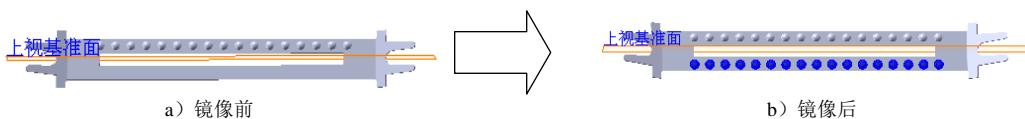

图 15.2.27 镜像 1
(4) 单击 按钮，完成阵列（线性）1 的创建。
Step8. 创建图 15.2.27 所示的镜像 1。
(1) 选择命令。选择下拉菜单 **插入(I)** → **阵列/镜向(E)** → **镜向(M)...** 命令。
(2) 定义镜像基准面。选取上视基准面作为镜像基准面。
(3) 定义镜像对象。选择阵列（线性）1 和成形特征 1 作为镜像 1 的对象。
(4) 单击 按钮，完成镜像 1 的创建。